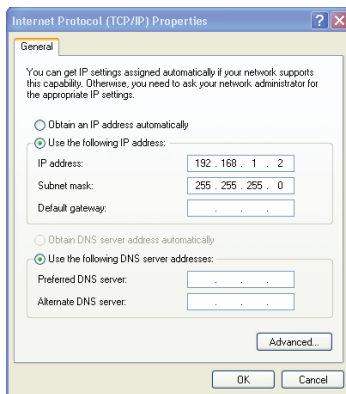

Рис. 4. Окно «Свойства: Протокол Интернета (TCP/IP)»
6. Выберите позицию *Use the following IP Address* (Использовать следующий IP-адрес) и введите параметры, как это показано на рис. 4.